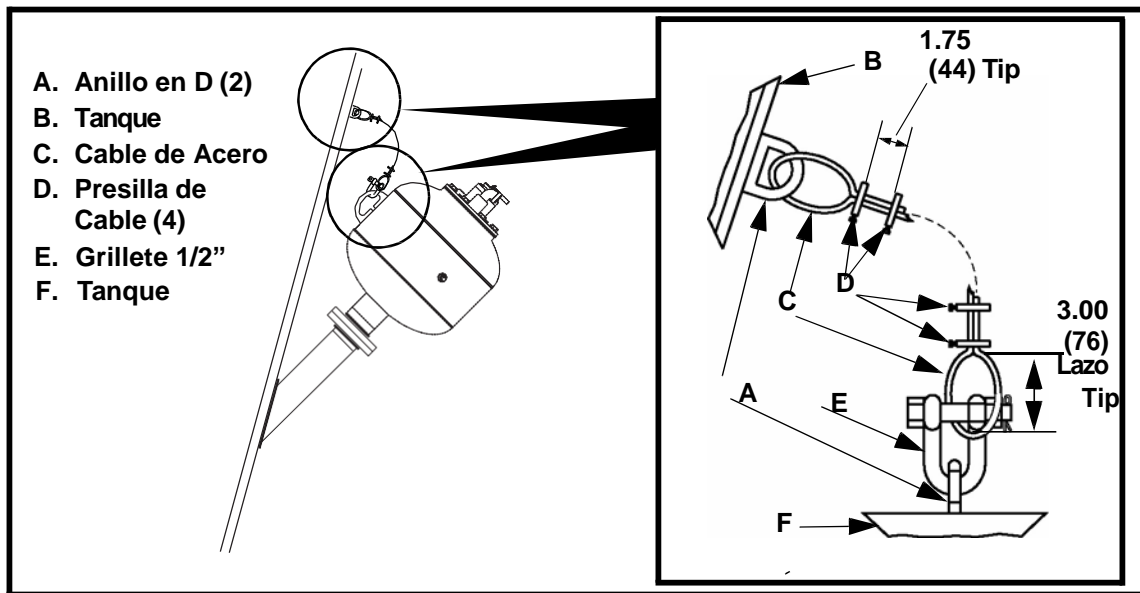

Figura 14. Instalación del Cable de Restricción
1. Suelde el anillo D (A, Figura 14) sobre el tanque de almacenamiento (B) con soldadura de montaje de ¼ pulg. (6-mm).
2. Inserte el cable de acero (C) a través del anillo D en el tanque de almacenamiento, haciendo un lazo de 3 pulg. (76 mm). Si el cable suministrado con el cañón de aire no es lo suficientemente largo, ate y sujete el cable a un cable adicional y conecte el cable adicional al cañón de aire.
3. Sujete el cable de acero con una presilla de cable (D) tan cerca del lazo como sea posible. Coloque otra presilla de cable a una distancia de 1-3/4 pulg. (44 mm) de la primera presilla.